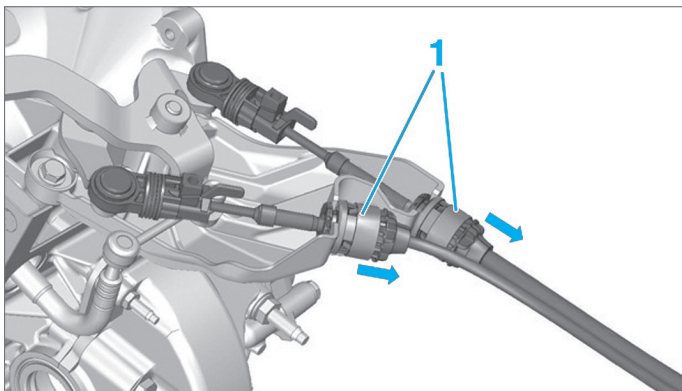

Fig. 7
- Déverrouiller les arrêts de gaines en poussant sur les verrouillages (1) (Suivant les flèches) (Fig.7).